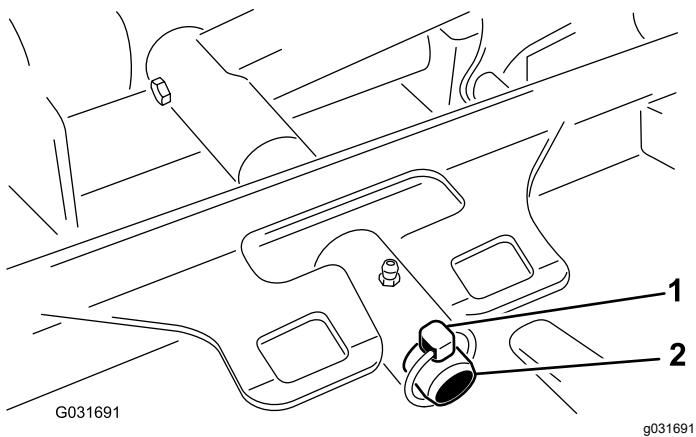

Figura 62
- Retire el pasador de seguridad que sujeta el bastidor de tiro de la carcasa a la barra de giro del brazo de elevación (Figura 62).
- Desplace el bastidor de tiro de la carcasa sobre la barra de giro del brazo de elevación y fíjelo con el pasador de seguridad (Figura 62).